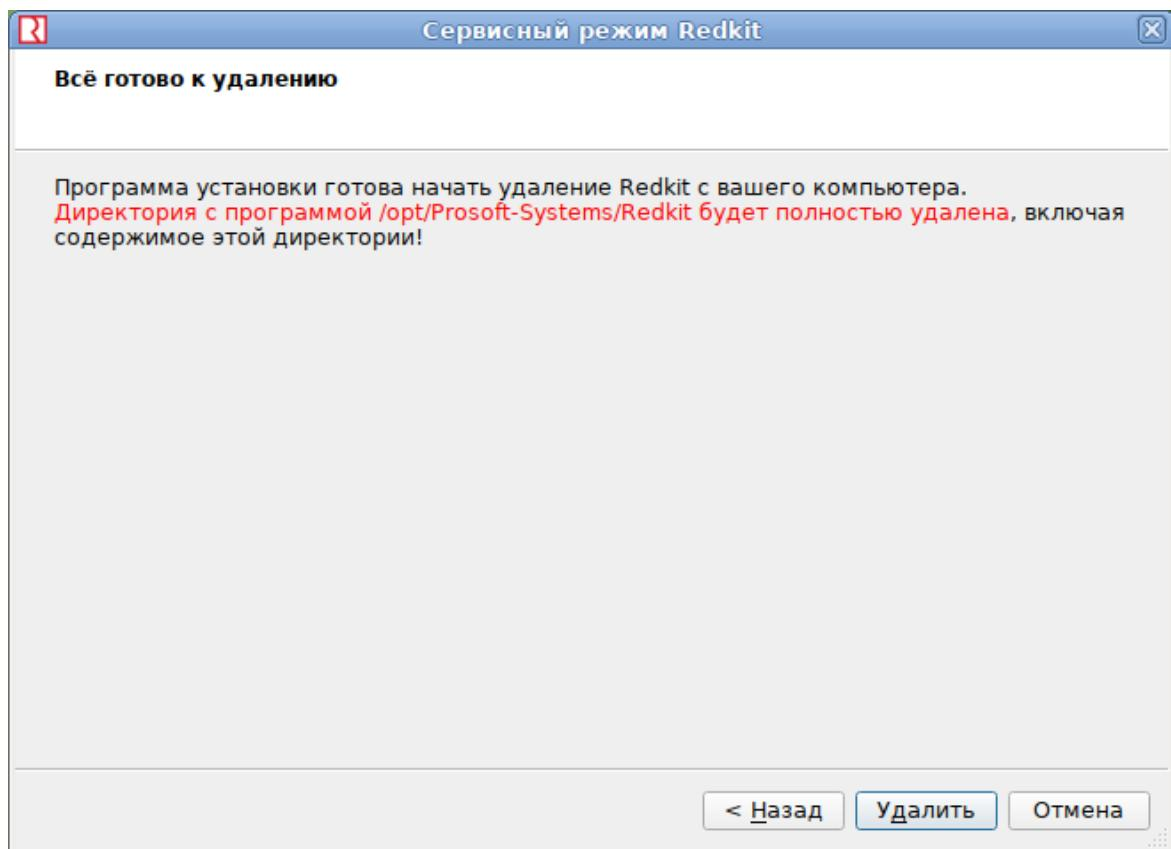

Рисунок 246 - Удаление Redkit
3. Нажмите "Удалить" (Рисунок 246).